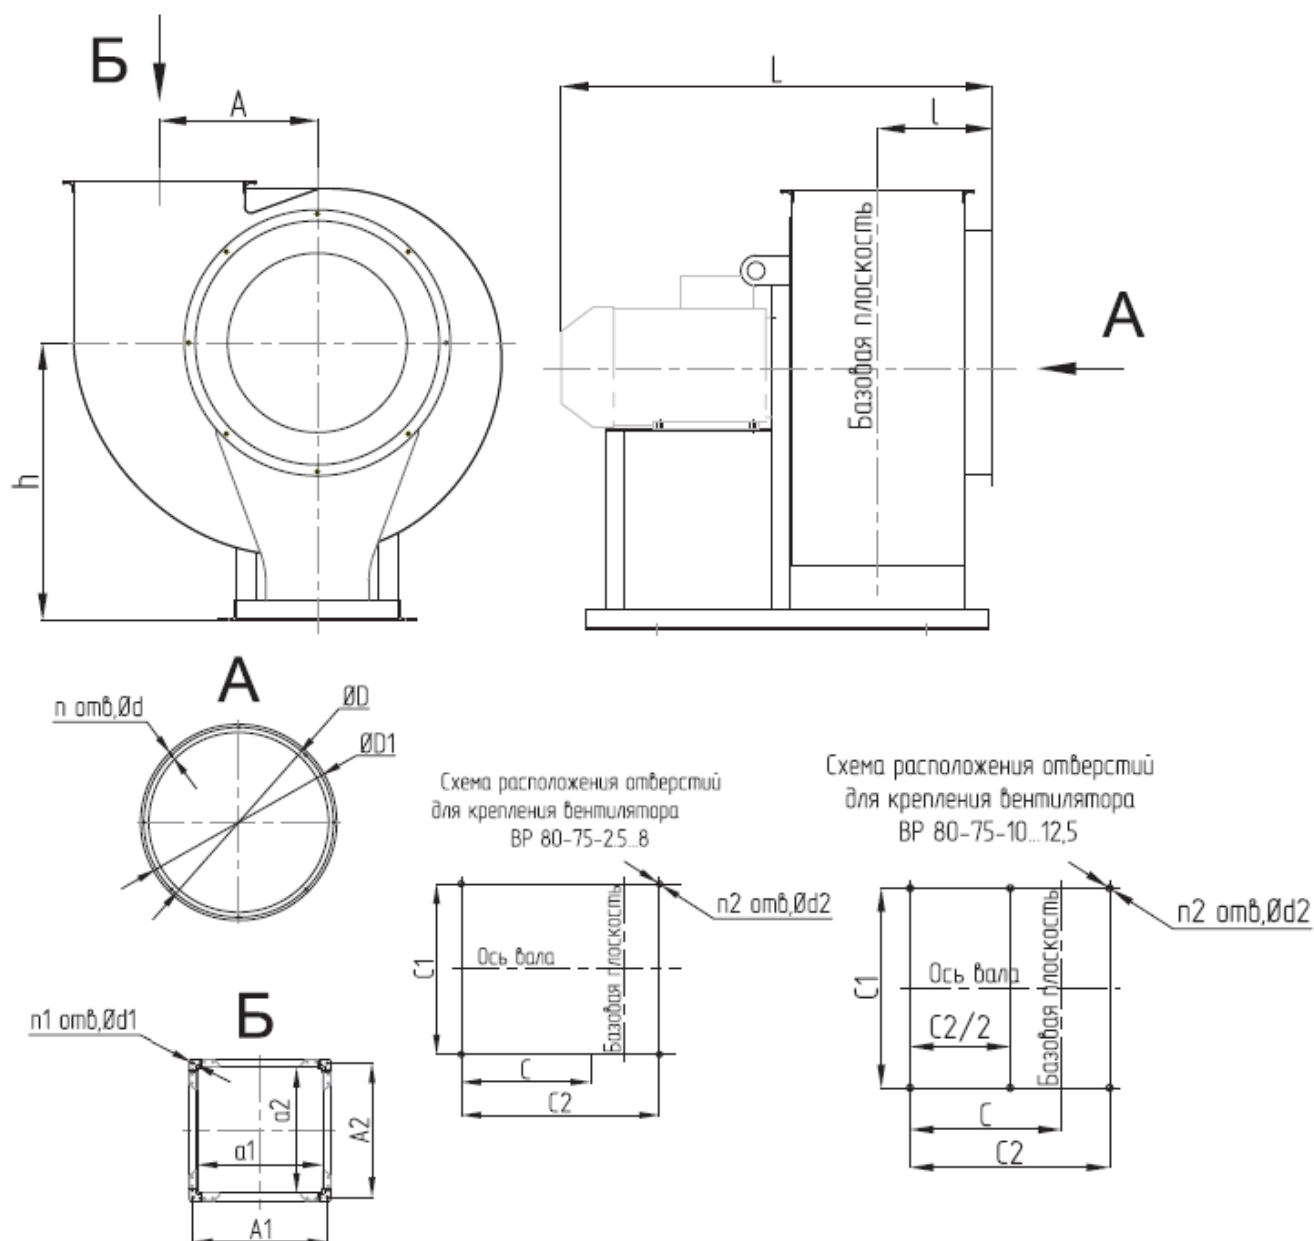

РИС. 1. Габаритные и присоединительные размеры вентиляторов ВР 80-75 ДУ
1.2.2. Устройство вентиляторов, габаритные, присоединительные и установочные размеры вентиляторов указаны на рис. 1, рис. 2, табл. 1, табл. 2.